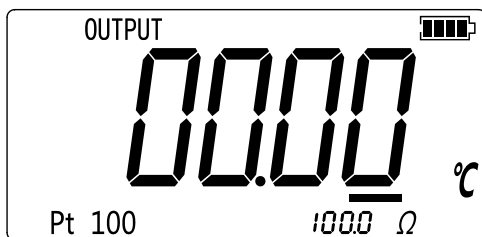

图 2.1-4
4. 按 **RTD** 和 **OUTPUT** 键切换至热电阻输出模式，显示界面如图 2.1-4 所示。